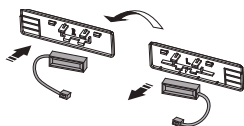

Fig. 18
18. Vyměňte jazýčkový spínač z podpůrného plastového segmentu, ve kterém je ukotven, a vsadte jej podle návodu do zrcadlového plastového dílu, označeného písmenem „R“, který naleznete v sáčku s příslušenstvím. Spínač neotáčejte - dodržujte uspořádání v nákresu (Fig. 18).